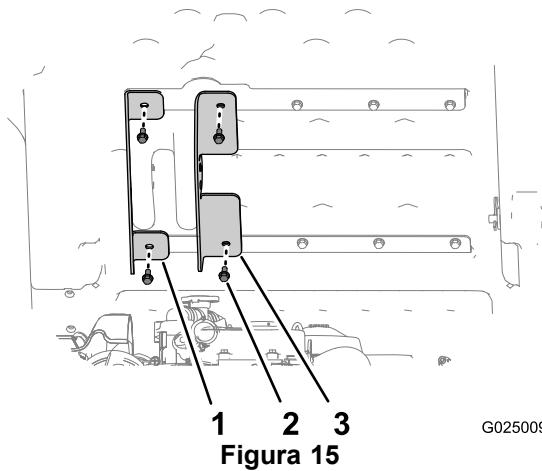

Figura 15
3. Alinee el soporte de elevación exterior izquierdo (con pestañas cortas) con los taladros exteriores de los refuerzos superior e inferior de la caja (Figura 15).
4. Sujete el soporte de elevación exterior a la caja con los 2 pernos que retiró en el paso 1, y apriete los pernos a mano (Figura 15).
5. Alinee el soporte de elevación interior (con pestañas largas) con los taladros interiores de los refuerzos superior e inferior de la caja (Figura 15).
6. Sujete el soporte de elevación interior a la caja con los 2 pernos que retiró en el paso 2, y apriete los pernos a mano (Figura 15).